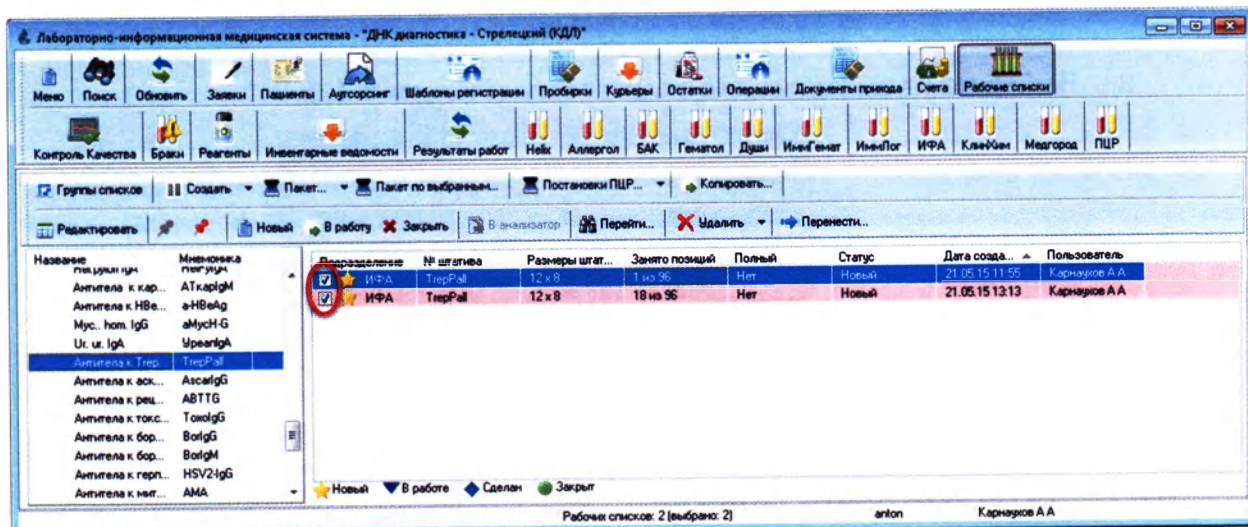

Рисунок 6.44
1. Отметьте один или несколько рабочих списков (Рисунок 6.44):